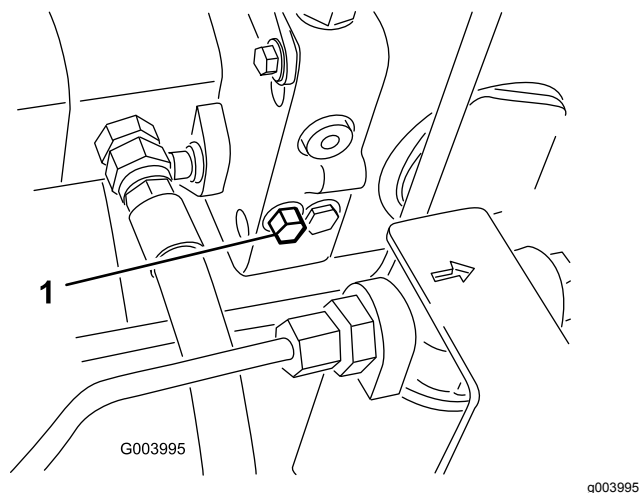

图37
1. 将旁通阀螺栓旋转 1-1/2 圈打开旁通阀并允许油在内部分流 图37。